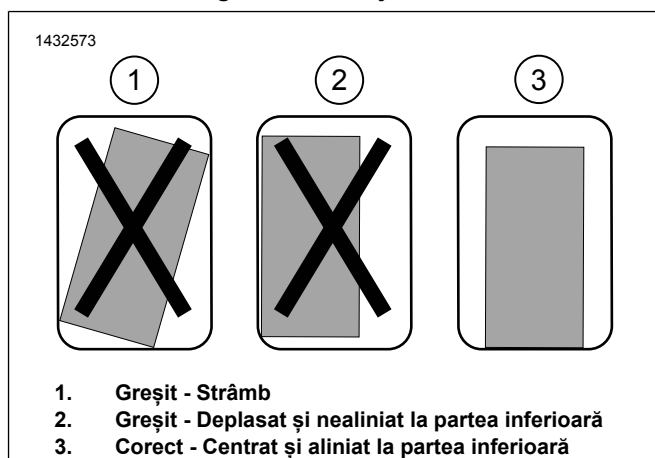

Figura 11. Montarea suportului
- a. Figura 11 Verificați potrivirea suportului de montare. Suportul trebuie să fie drept, centrat pe desagă și cât mai aproape posibil de partea inferioară a acesteia.
- c. Figura 11 Verificați potrivirea pentru amplasarea finală asigurându-vă că suportul este drept, centrat pe desagă și cât mai aproape posibil de partea inferioară a acesteia.